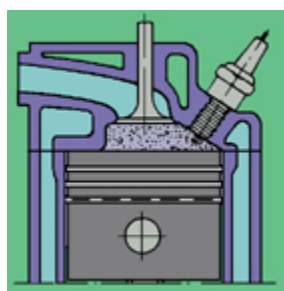
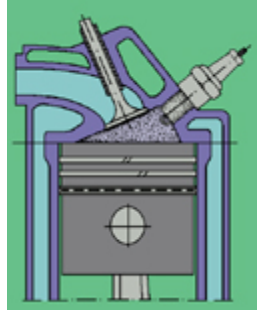

Fig. 2
Fig. 3
- **Cámara de bañera (fig. 2) y en cuña (fig. 3)**